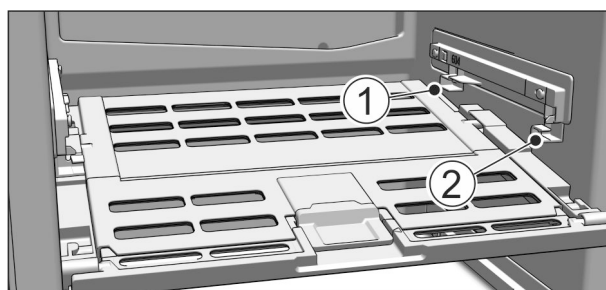

Fig. 51
- ▶ Coloque la tapa del cajón para conservación de frutas y verduras: introduzca los nervios de la tapa desde abajo en el soporte trasero Fig. 51 (1) y encájelos por delante en el soporte Fig. 51 (2).